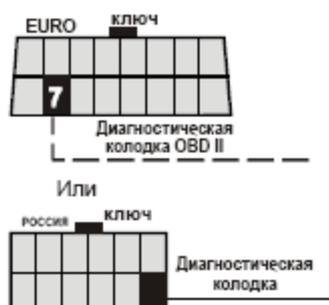

Рис.1. Схема подключения K-линии
- Вставьте разъем кабеля в гнездо диагностического разъема, расположенного на автомобиле (при использовании переходника OBDII – диагностическая линия подключите переходник к тестеру, подключите провод K-линии к диагностическому разъему согласно рис. 1, вставьте провод питания в разъем прикуривателя автомобиля).